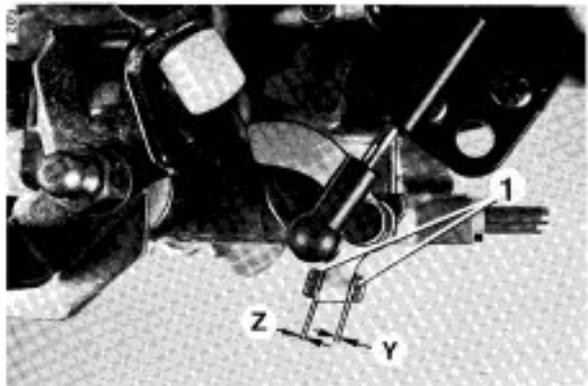

Bild 26
4. FREIGABE UND ZWANGSRÜCKNAHME DER II. STUFE (Bild 26)